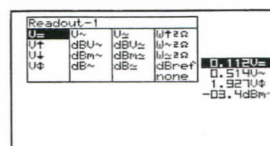

図18
1. [T] キーを押すと最初のMETER-1の画面とマーク位置が表示されます。◀▶▲▼カーソルキーで希望するマーク位置を選択します (図18、メーター1表示設定)。